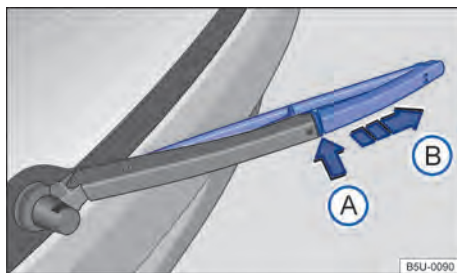

Fig. 132 Sustituir la escobilla limpiaparabrisas de la luneta trasera.
- Mantener la tecla de desbloqueo → fig. 132 (A) presionada y, al mismo tiempo, retirar la escobilla de los limpiaparabrisas en el sentido de la flecha.
- Retirar la escobilla del limpiaventana en el sentido de la flecha (B).